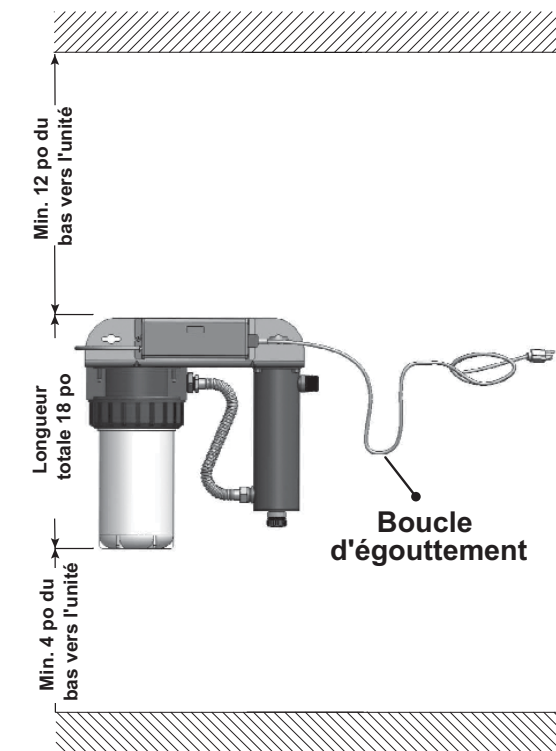

Figure 3 Installation de la désinfectin
Le système de désinfection est conçu pour être installé à un point d'entrée. Des boucles d'égouttement dans tout le cordage branché au dispositif de commande sont hautement recommandées. Consultez la Figure 3.
- Sélectionnez un emplacement approprié pour le système de désinfection et ses composants connexes. Étant donné qu'il est recommandé d'installer un dijoncteur de fuite de terre (DFT), assurez-vous qu'il est pris en compte avant l'installation. Lorsque vous sélectionnez un emplacement de montage, laissez suffisamment d'espace pour permettre la dépose du manchon de la lampe UV, ainsi qu'assez d'espace pour changer les cartouches de filtre. Consulter la Figure 3 pour les dimensions d'espace typiques.
- Assurez-vous d'avoir laissé une « boucle d'égouttement » sur le cordon d'alimentation, à nouveau, pour empêcher l'eau de pouvoir entrer dans le dispositif de commande. Consultez la Figure 3.